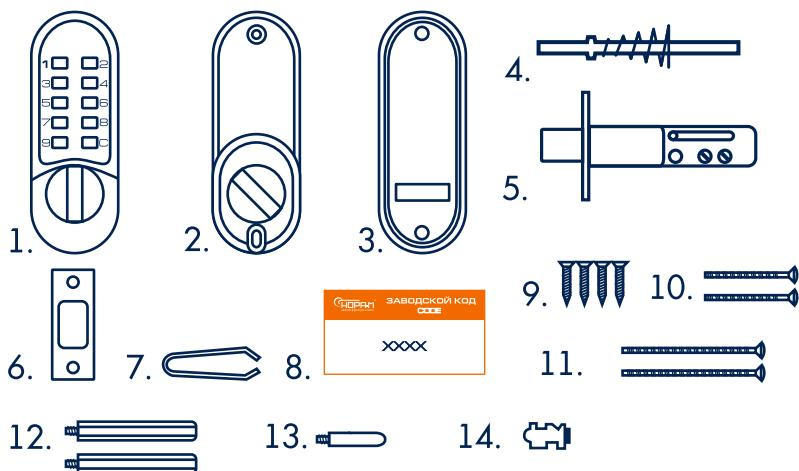

рис. 1
Перед началом установки замка проверьте работоспособность всех его частей, наберите код (номер кода на карточке (8) рис. 1;